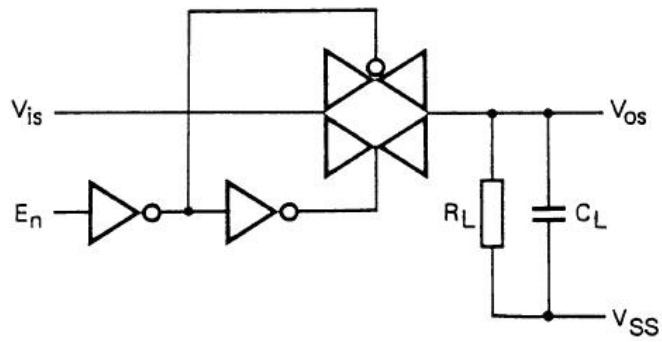
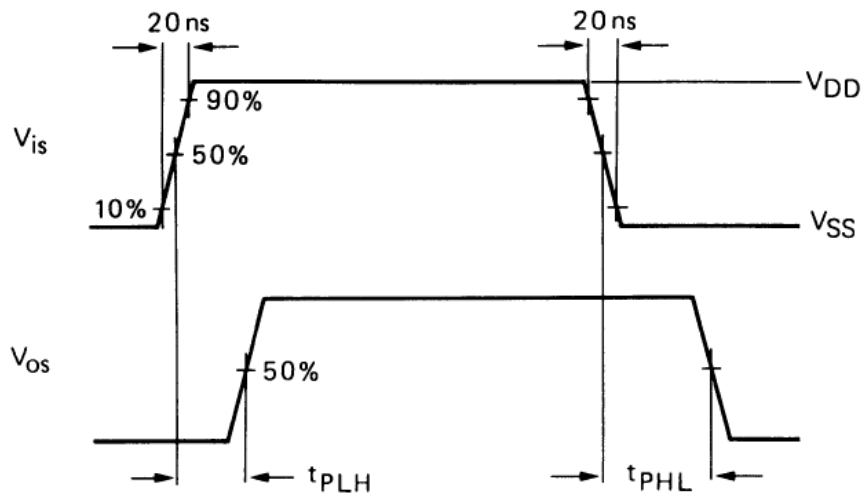
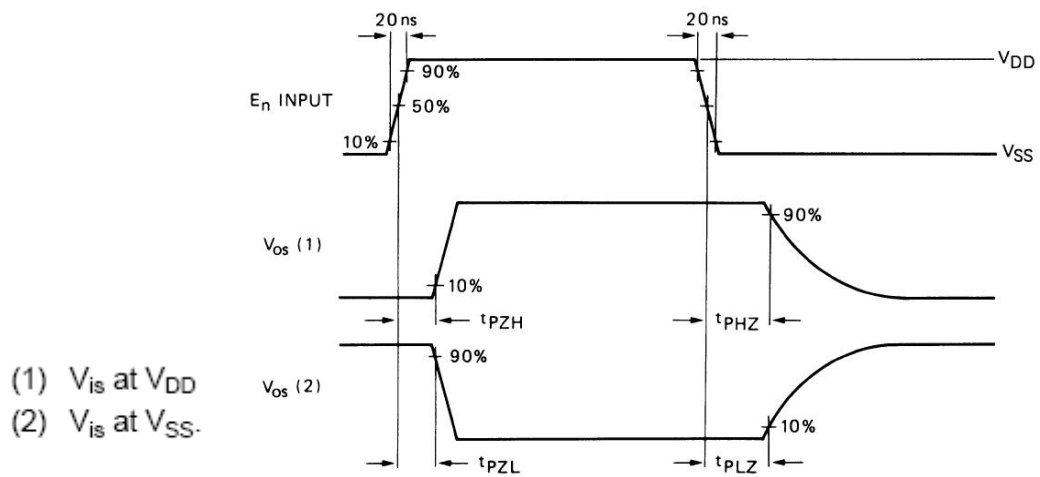

图 6
图10 传输延时
图11 输出使能与禁止延时
3.  $R_L = 10 k$  (对地);  $C_L = 50 pF$  (对地);  $E_n = V_{DD}$ ;  $V_{is} = V_{DD}$  (方波); 见图6 和 图10。
测试 $t_{PLZ}$  和 $t_{PZL}$ 时,  $V_{is} = V_{SS}$  and  $R_L$ 接  $V_{DD}$ ; 见图6 和图11.
7.  $R_L = 10\text{ k}$  (对地);  $C_L = 15\text{ pF}$  (对地);  $E_n = V_{DD}$  (方波); 串扰为  $V_{OS}$  (峰值); 见图6;